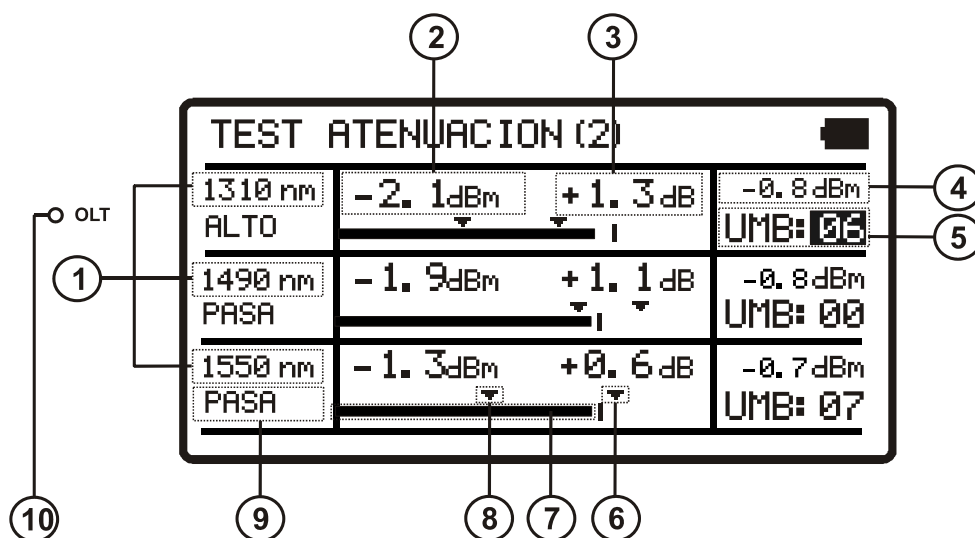

Figura 8. Pantalla TEST ATENUACIÓN (2).
- 2 Pulse las teclas de cursor  ó  [11] hasta que la flecha apunte hacia la opción **TEST ATENUACIÓN (2)**.
- 3 Pulse **SEL**  [12] para entrar en la pantalla (ver figura 8).